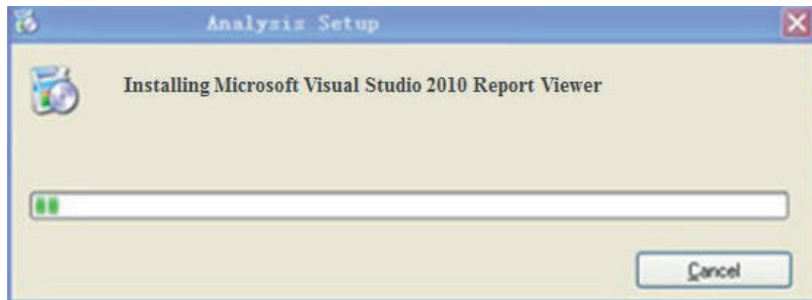

Figura 2-7
3. El proceso de instalación tarda entre 7 y 10 minutos. Vea la Figura 2-7: